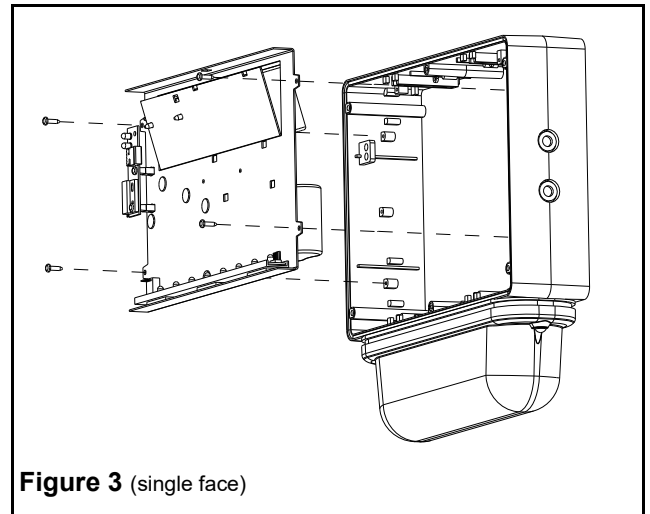
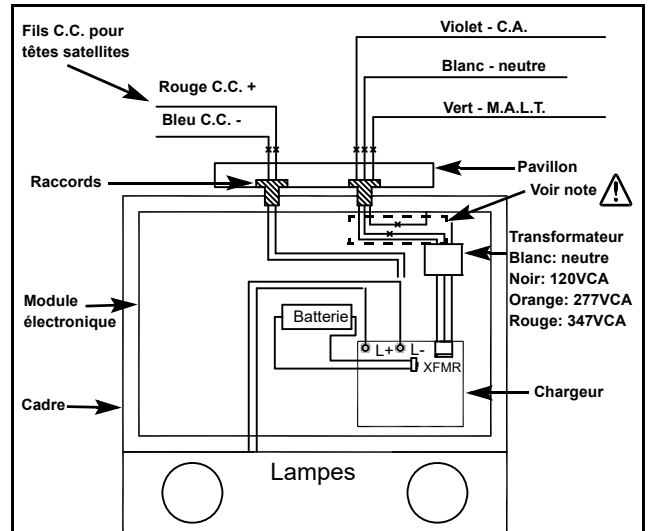
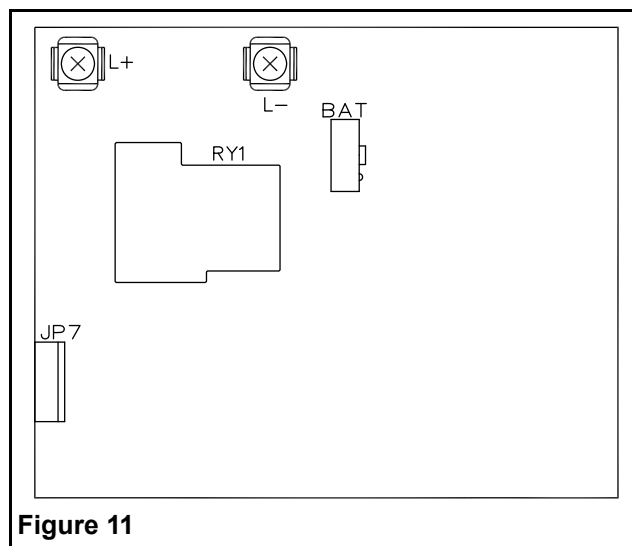
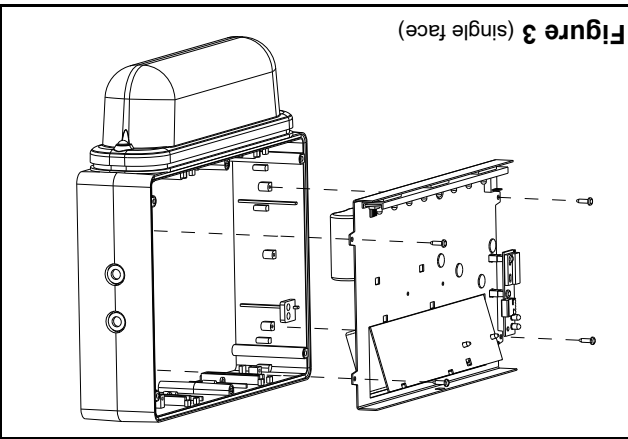

Figure 3 (single face)
Figure 7
Figure 11
Figure 3 (single face)
- g. Afin d'accéder aux trous défonçables du cadre, retirer les 4 vis du module électronique (voir fig. 3 & 4). Débrancher les fils de lampes des terminaux "L+ & L-" (voir fig. 11) et de retirer le module électronique.
- c. Retirer les 4 vis retenant le module électronique au cadre afin de les séparer (voir fig. 3 & 4). Débrancher les fils des lampes avant d'enlever le module (voir fig. 7 bornier TB1).
- Connexions électriques: À l'aide du raccord fileté et fils C.A. (3 fils), connecter une extrémité aux conducteurs du transformateur, à l'intérieur du boîtier, puis l'autre extrémité à la ligne C.A. dans la boîte de jonction. Connecter le conducteur blanc au neutre, le violet à la ligne C.A. et le vert à la mise à la terre (Voir fig. 7).
2. **Electrical connections:** Using the sealed AC nipple/wire assembly (3 wires), connect one end to the transformer leads inside the enclosure and the other end to AC line voltage inside the junction box. Connect the white lead to neutral and the green lead to ground. Connect the purple lead to AC line voltage and to appropriate transformer lead (See fig. 7 for color code).
For models with DC remote capacity, the sealed DC nipple/wire assembly (2 wires) will also need to be installed. One end connects to the AD charger terminal block inside the enclosure and the other end to DC output inside the junction box. Connect the red lead to positive, and the blue lead to the negative of the remote DC output (See fig. 7).
- g. In order to access the knockouts of the frame, remove the 4 electronic module screws holding the module to the frame (see fig. 3 & 4), disconnect the lamps from charger board terminal "L+ & L-" (see on fig. 11) and remove the electronic module.
- c. Remove the 4 electronic module screw(s) holding the electronic module to the frame (see fig. 3 & 4), disconnect the lamps from terminal block and remove the electronic module.